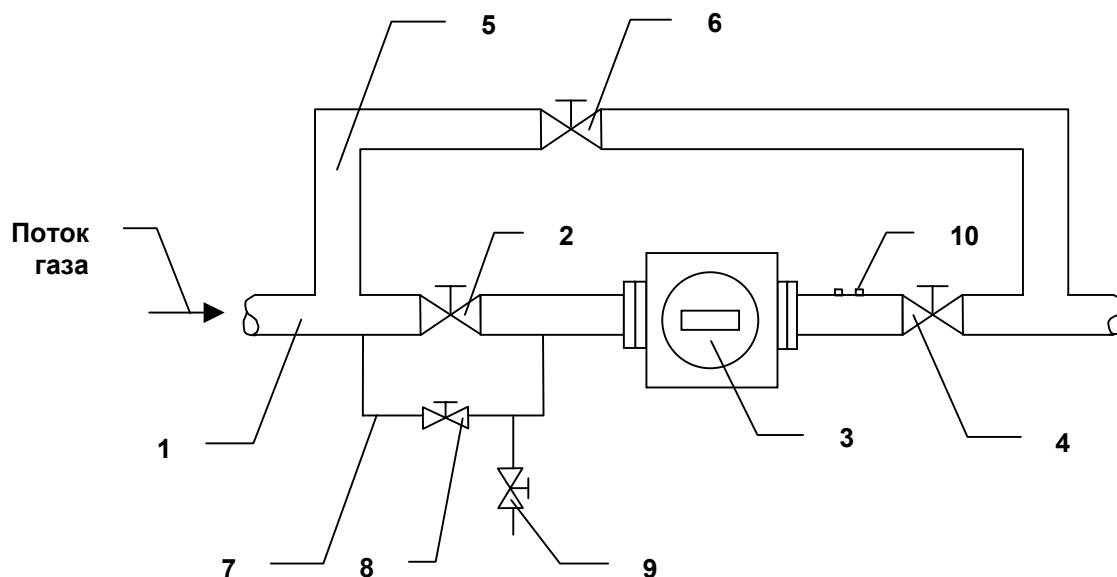

Рис.2 Установка счетчика с перепускным каналом
- 4.4.6. Для трубопроводов с давлением свыше 16 атм схема установки счетчика приведена на рис.2. Перепускной канал 7 позволяет избегать резких перепадов давления на счетчике при открытии вентилей трубопровода. Диаметр канала должен быть от 20 до 25 мм. Вентили 8 и 9 позволяют плавно повышать давление при пуске счетчика.
8.4. Пуск счетчика с перепускным каналом (рис.2)